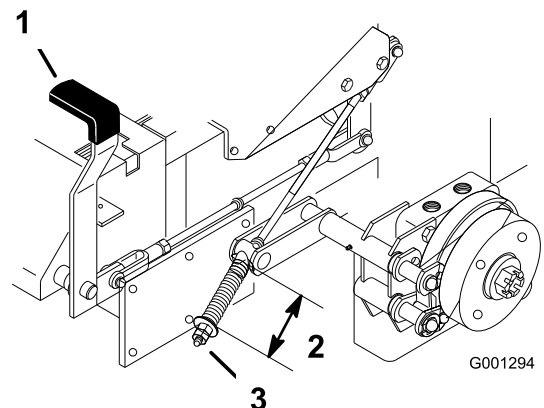

Figura 81
3. Meça o comprimento da mola (Figura 81).
4. Se for necessário ajustar, desengate o travão de estacionamento, desaperte a porca de retenção abaixo da mola e ajuste a porca diretamente abaixo da mola (Figura 81).